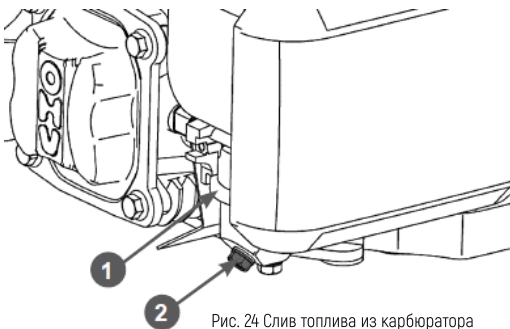

Рис. 24 Слив топлива из карбюратора
1. Установите под карбюратор 1 подходящую емкость (Рис. 24).
2. Открутите болт 2 сливного отверстия и слейте топливо из поплавковой камеры карбюратора в приготовленную для этого емкость (Рис. 24).